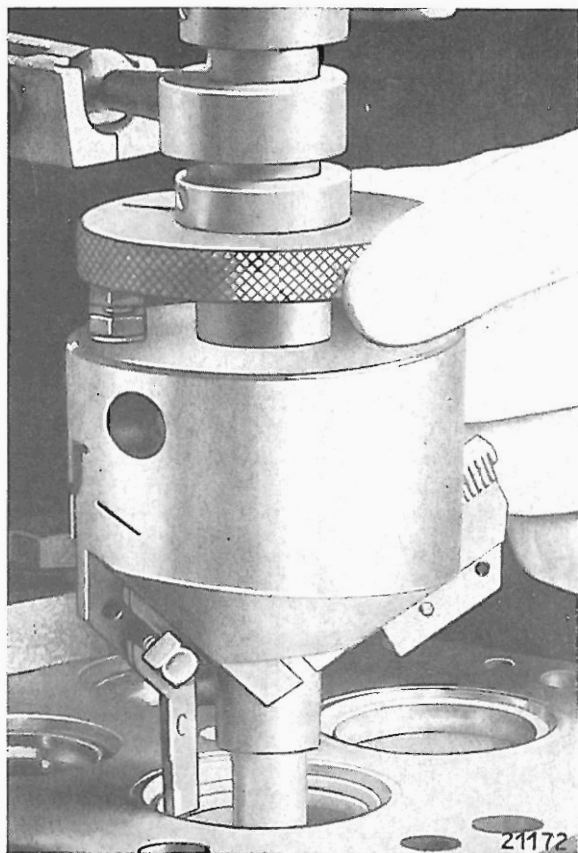

Bild 01—3/2
9 Den Drehstahl durch Drehen der Schnellverstellung (10, siehe Bild 01—3/1) neben die innere Sitzkante bringen, dann die Kupplungsmutter (11)
festziehen. Noch keine Spanzustellung geben. Die Vorschubbetätigung (9) festhalten und die Kurbel drehen (siehe Bild 01—3/2). Hierbei zeigt sich meist eine unregelmäßige Spanabnahme. Nach dem Durchdrehen Kupplungsmutter (11, siehe Bild 01—3/1) der Schnellverstellung (10) lösen und den Stahl wieder nach innen bringen.
10 Die Feststellschraube (2, siehe Bild 01—3/1) lösen und die Rändelscheibe (6) etwa $\frac{1}{2}$ bis 2 Teilstriche (1 Teilstrich = 0,1 mm) nach links drehen. Die Feststellschraube (2) und Kupplungsmutter (11) wieder anziehen und den neuen Span durchdrehen.